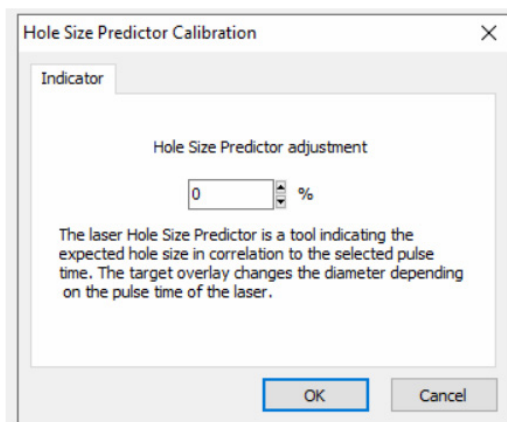

Fig. 14 : Étalonnage de l'indicateur de la taille du trou à la page Vidéo
Le diamètre de l'indicateur de la taille du trou peut être étalonné dans une plage entre -70 % et +200 % en pas de 5 % par rapport à la valeur actuelle (fig. 14).
12. Dans le menu, sélectionner Vidéo – Superposition – Étalonner l'indicateur de la taille du trou et ajuster la taille du trou indiquée en cliquant sur les flèches à droite pour superposer avec le diamètre actuel du trou percé (fig. 14).